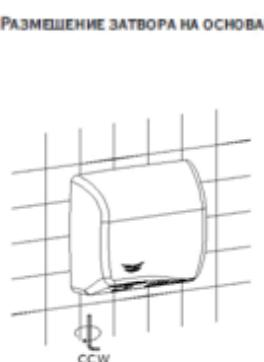

Рисунок 10
**6. Повернуть винты против часовой стрелки (CCW) с помощью прилагаемого специального гаечного ключа (смогите рис. 10).**